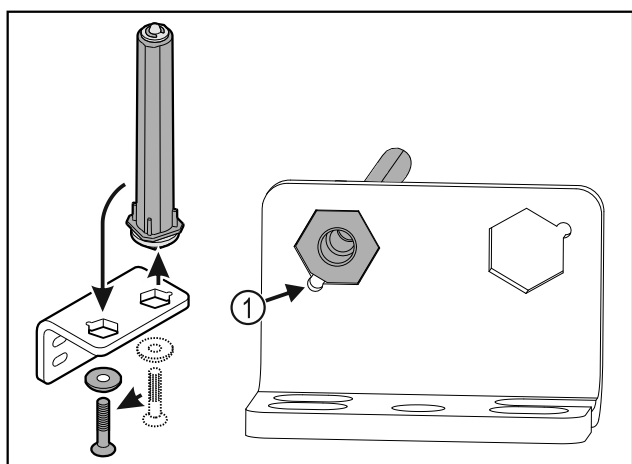

Fig. 36
- Ügyeljen arra, hogy felhelyezéskor a csapszeg élettörése Fig. 36 (1) a kerek furat felé mutasson.